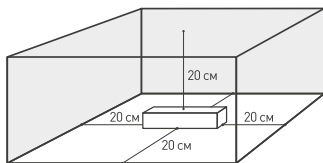

Рис. 2. Свободное пространство вокруг источника
- температура окружающего воздуха от -40 до +90 °C, см. график зависимости максимально допустимой нагрузки на источник питания от температуры окружающей среды на рис. 2;